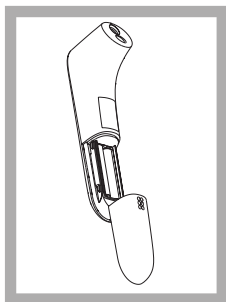

Abbildung 8
3. Nehmen Sie die Batterien heraus und installieren Sie 2 neue AAA-Alkalibatterien, wie in Abbildung 8 dargestellt.